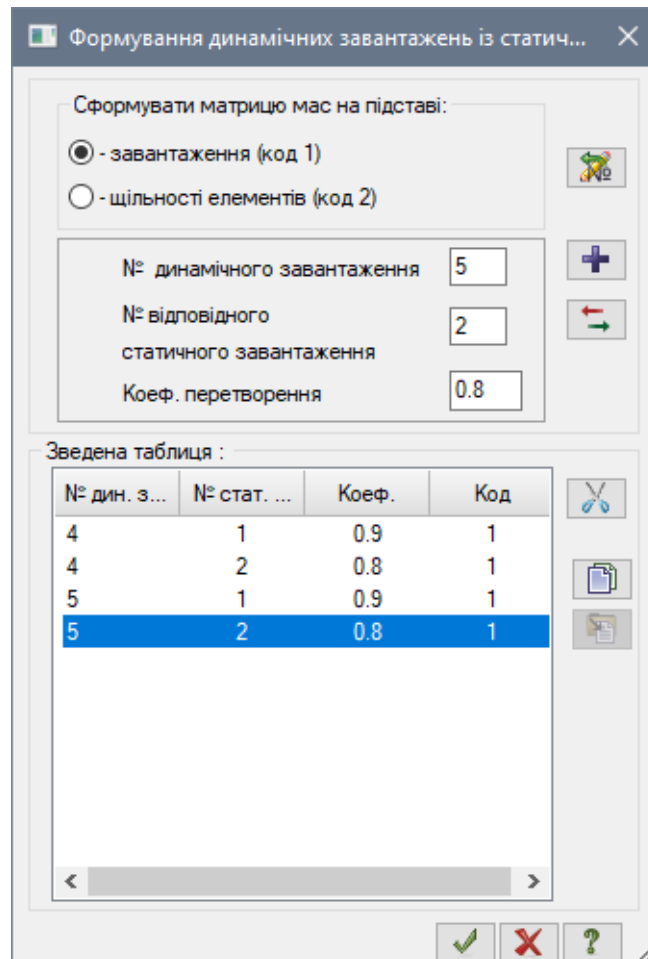

Рис. 3.25. Діалогове вікно Формування динамічних завантажень із статичних
- Відкрийте діалогове вікно **Формування динамічних завантажень із статичних** (рис. 3.25) натиснувши на кнопку  – **Врахування статичних завантажень** (панель **Динаміка** на вкладці **Розрахунок**).